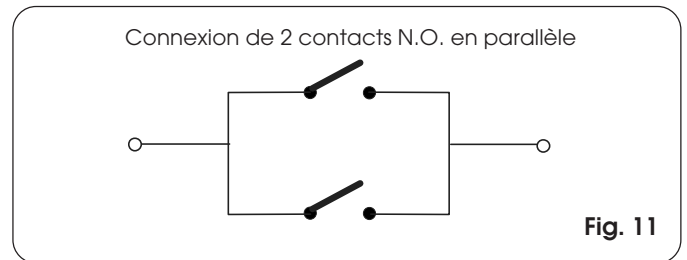

Fig. 11
N.B.: si deux ou plusieurs dispositifs avec un contact N.O. ont la même fonction, les connecter en parallèle entre eux (Fig. 11).